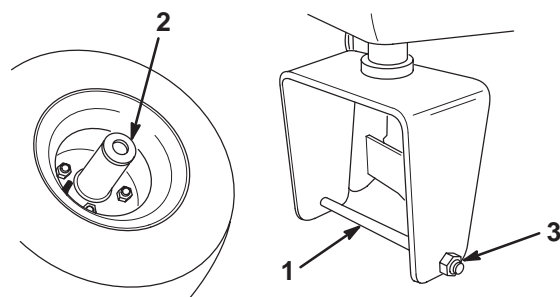

Bild 2
1. Nehmen Sie die Schraube und Sicherungsmutter aus den Radbefestigungslöchern an der hinteren Laufradgabel (Bild 2).
2. Setzen Sie das Hinterrad in die Laufradgabel ein. Stecken Sie die Schraube in eines der Befestigungslöcher. Setzen Sie ein Distanzstück ein und schieben Sie die Schraube durch das Rad (Bild 2).